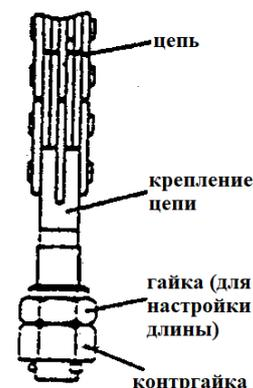

рисунок 8-7
- (3) Отрегулируйте верхний шарнир цепи и затяните гайки, чтобы два натяжителя цепи имели одинаковую степень натяжения.
5.4.3 Замена ролика рамы вилок, см. рисунок 8-7